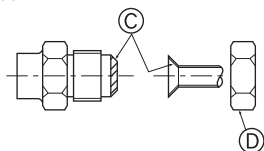

Fig. 4-5
A) (Fig. 4-5)
B) (Fig. 4-5)
### 4.4. Aansluiten van de pijpen (Fig. 4-5)